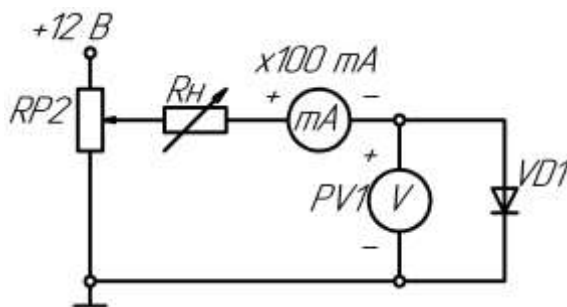

Рис.2
1) Собрать схему для исследования выпрямительного диода на постоянном токе в соответствии с принципиальной схемой (см. рис. 2). Для измерения анодного тока включить миллиамперметр постоянного тока с пределом 100 мА. Для измерения анодного напряжения использовать мультиметр. Последовательно с диодом включить токоограничивающий резистор R_H .
2) Снять вольт-амперную характеристику выпрямительного диода на постоянном токе для прямой ветви (рис. 2); для снятия характеристик регулировать напряжение на выходе потенциометра; результаты измерений занести в таблицу 1, по которой построить график прямой ветви ВАХ;